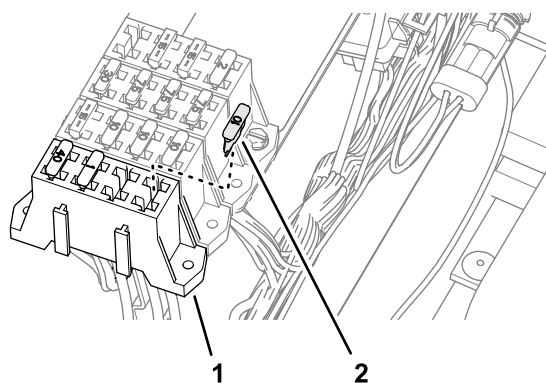

Figura 100
5. Introduzca el fusible (10 A) en el zócalo del bloque de fusibles (Figura 100) del circuito de